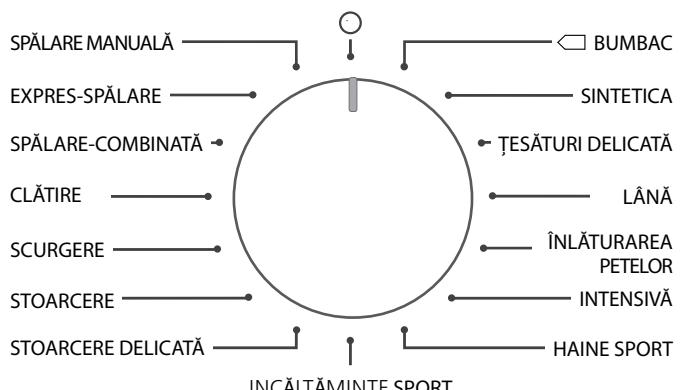

Figura 2 – Butonul de selectare a programului de spălare
Selectorul este destinat pentru pornirea/oprirea mașinii și selectarea programului de spălare. În jurul selectorului sunt imprimate denumirile programelor și simbolul O în conformitate cu figura 2. Selectorul se rotește în ambele direcții (în sensul acelor de ceasornic sau în sensul contrar acelor de ceasornic), și se fixează la diviziunea corespunzătoare a programului selectat. La fixarea selectorului la simbolul O mașina se oprește și programul ales se anulează.
1.4.1 Pentru a porni mașina fixați selectorul la diviziunea programului de spălare necesar în conformitate cu figura 2. Pe ecran vor fi afișate: durata ciclului de spălare, indicatorii operațiilor de spălare a programului selectat, indicatorii valorilor temperaturii de spălare și vitezei de centrifugare.